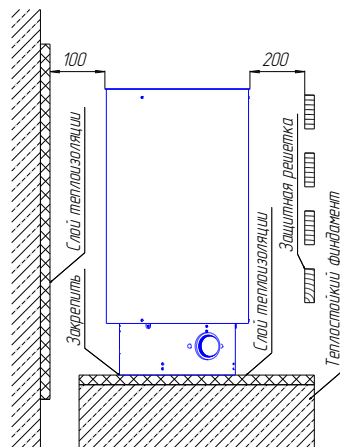

Рис.1 Установка электрокаменки
6.4. Электрокаменка устанавливается на теплостойкий фундамент рис. 1, выставляется по высоте с помощью регулируемых ножек и крепится к каркасу сауны при помощи комплекта крепежа. Около электрокаменки стены должны иметь огнезащитную панель из листового металла с теплоизоляцией из листового асбеста или минваты. Установку защитной решетки вокруг каменки следует производить на расстоянии согласно п. 6.1.